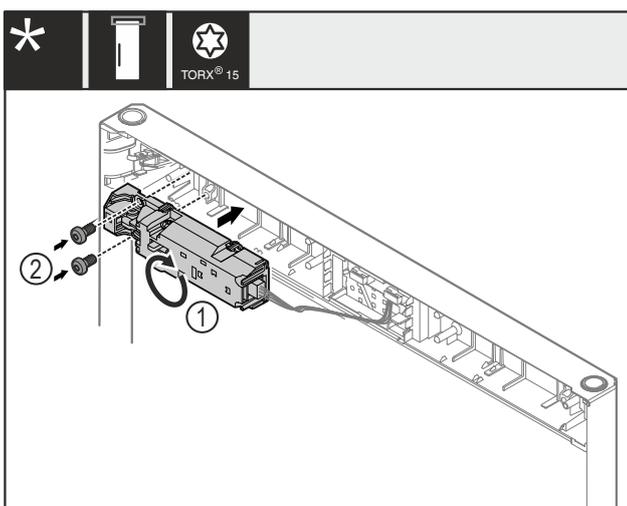

Fig. 23
- ▶ Fernschloss Fig. 23 (1) um 180° drehen und auf Gegenseite montieren.
- ▶ Fernschloss Fig. 23 (1) mit Schrauben Fig. 23 (2) befestigen.